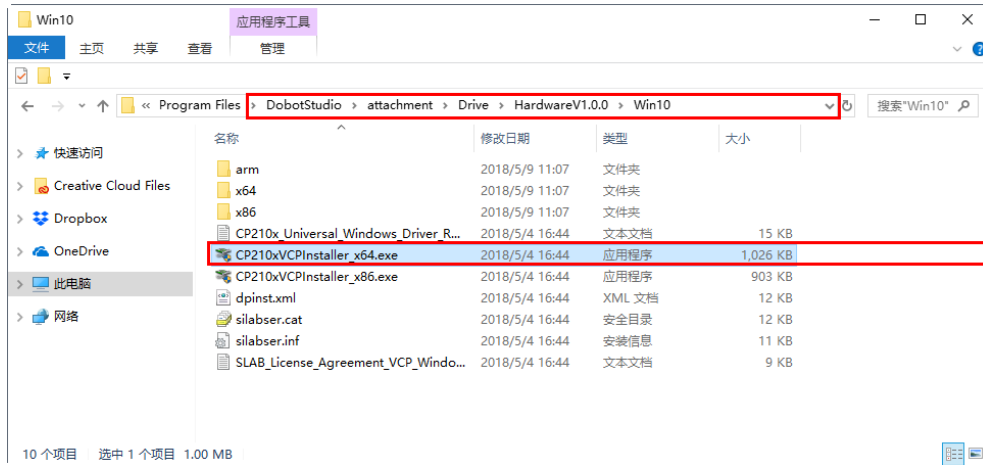

图 2.10 安装 Windows 10, 64 位的机械臂驱动
- 如果用户卸载驱动后需重新安装，可以在“安装目录 \DobotStudio\attachment\Drive\HardwareV1.0.0”目录下安装对应操作系统的驱动。比如为 Windows 10，64 位操作系统安装驱动，如图 2.10 所示。